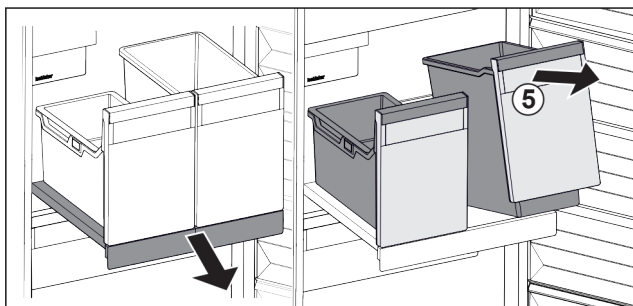

Fig. 84
- ▶ Nadvihnite nádobu Fig. 84 (5) vpredu.